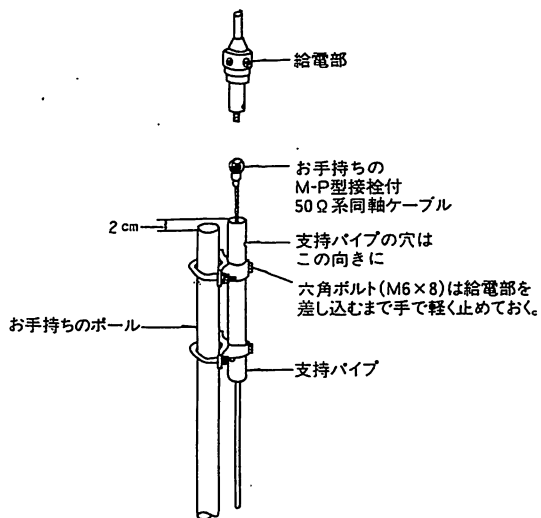

図3
- 1) お手持ちのポールへ⑫取付金具、⑬角U字ボルトスプリングワッシャナット、⑭六角ボルトで⑤支持パイプを図3の様に取付けます。このとき、支持パイプがポールよりも2cm高くなる様に取付け、支持パイプを固定する上側の六角ボルト(M6×8)は手で軽く止めておきます。締め付けすぎると、給電部が入らないことがあります。
- 3) 給電部を支持パイプに通して、支持パイプの穴と給電部のネジ穴を合わせ、⑮六角ボルト(M6×8)スプリングワッシャで固定し、先ほど手で軽く止めていた⑭六角ボルトも締め付けます。